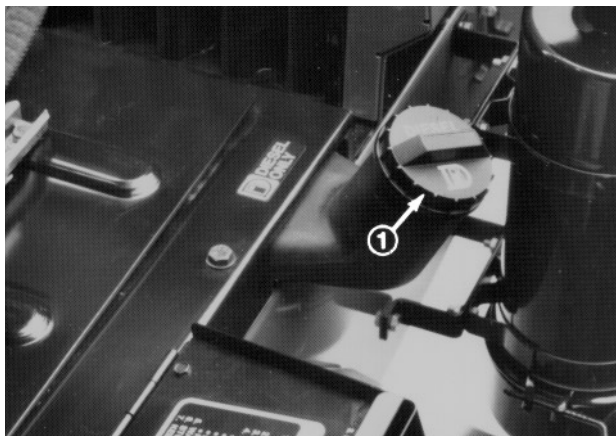

Fig. 6
2. Ta lokket av drivstofftanken (fig. 6) og fyll på 34 liter dieselolje innen 25 mm fra toppen. Sett lokket godt tilbake på plass etter fylling.